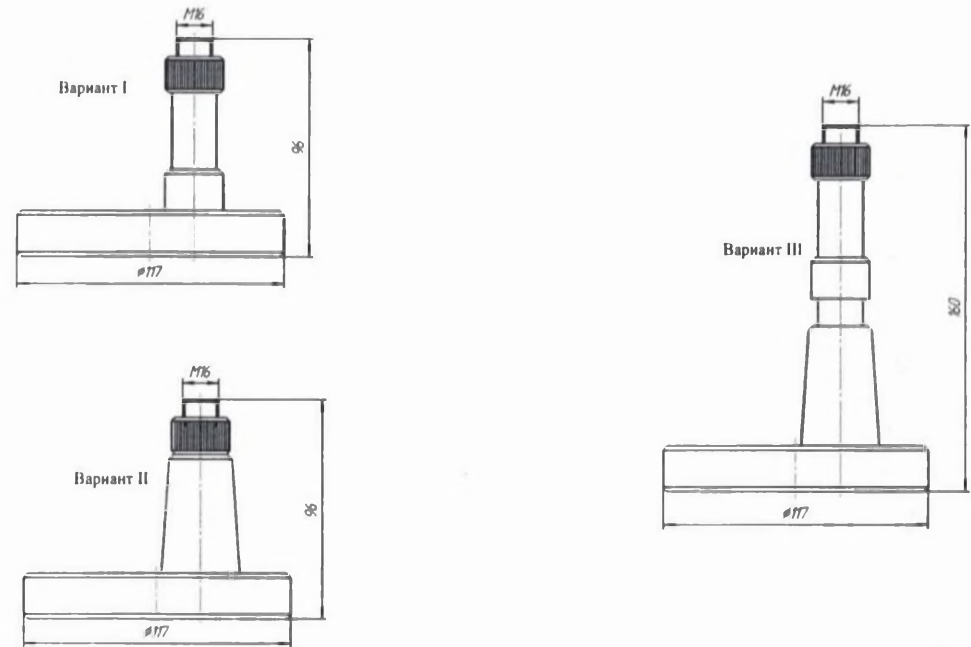

Рисунок 1 - Габаритные и присоединительные размеры
1.1 Подставка представляет собой комплект составных частей, из которых потребитель может собрать один из трех вариантов подставки (см.рисунок 1).